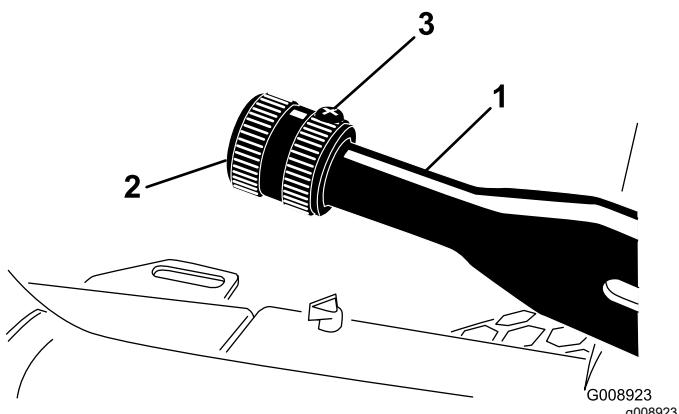

Figura 83
2. Allentate la vite a pressione che fissa la manopola alla leva del freno di stazionamento (Figura 83).